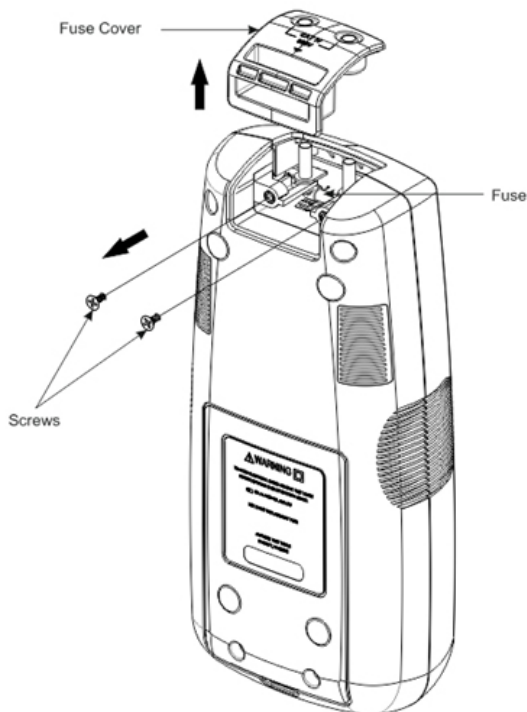

Figura 5.4: Sostituzione del fusibile del trasmettitore
4. Rimuovere il coperchio del fusibile tirandolo verso l'alto, come mostrato nella Figura 5.4.